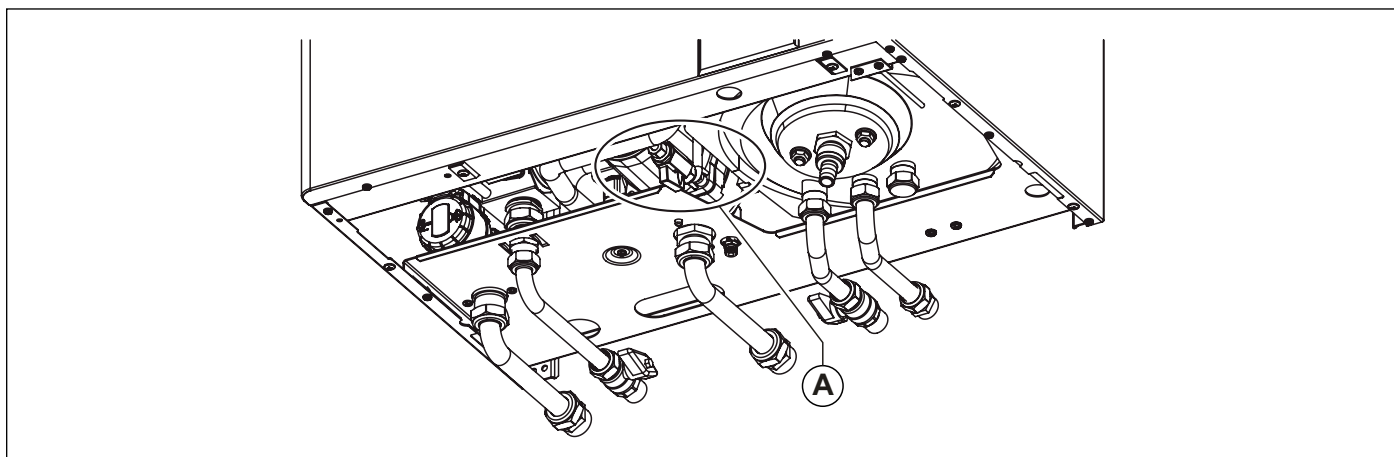

Fig. 2 Robinet de umplere
În cazul în care eroarea **E04** de blocare cauzată de presiune insuficientă în instalație luminează intermitent (semnalând o acțiune a presostatului de apă de siguranță) umpleți instalația acționând asupra robinetului de umplere în Fig. 2. Eroarea **E04** este afișată atunci când presiunea în instalație scade sub valoarea de 0,4 bari și eroarea se resetează automat atunci când presiunea instalației atinge pragul de 1,0 bar. Presiunea în centrala la rece trebuie să atingă 1+1,3 bar.
- rotiți robinetului de umplere Fig. 2. Robinet de umplere în sens antiorar pentru a permite intrarea apei în centrală;